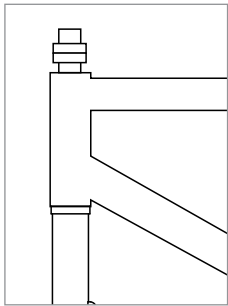

図 3
6. ステアチューブにスペーサーを 1 個以上付けます (図 3)。